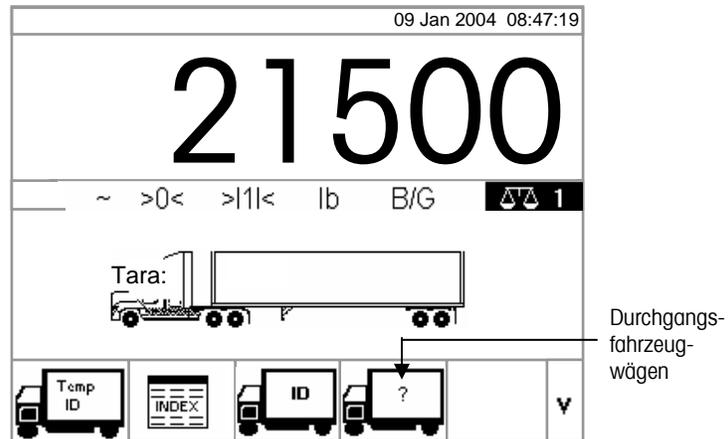

Abbildung 2-11: Standardgewichtsbildschirm
1. Wenn sich das Fahrzeug auf der Waage befindet, wird die Schnellfunktions-taste DURCHGANGSFAHRZEUG-WÄGEN gedrückt (siehe Abbildung 2-11).